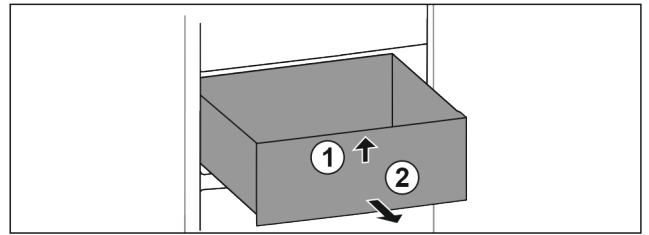

Fig. 54
- ▶ Levante el cajón por delante. Fig. 54 (1)
- ▶ Extraiga el cajón hacia delante. Fig. 54 (2)